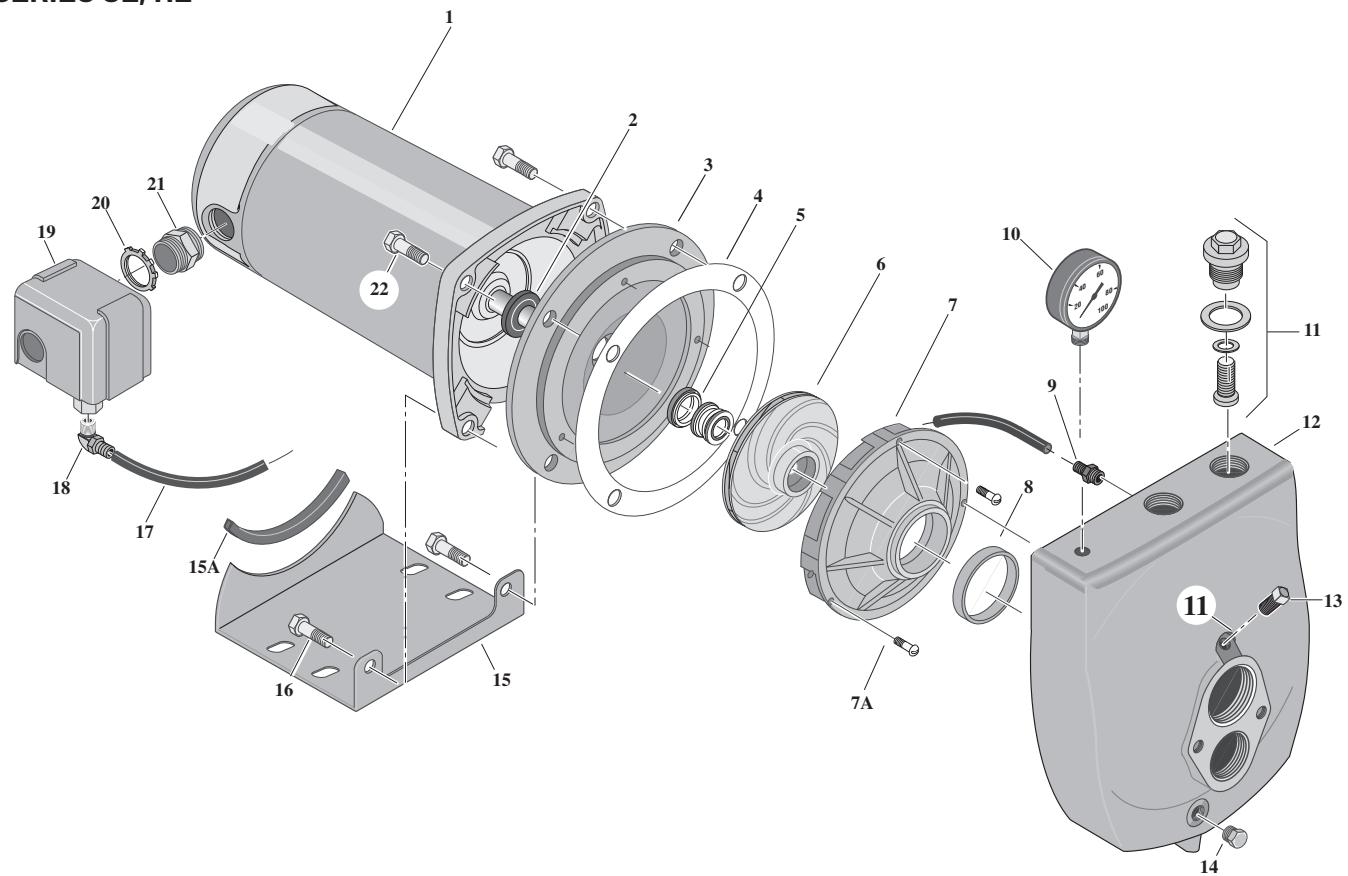

Figura 24
12. Inserte los cuatro tornillos con cabeza de la base y ajústelos uniformemente (ver Figura 24). Deberían instalarse fácilmente si todo está correctamente alineado. Si no, no los fuerce; vuelva a revisar su trabajo y encuentre y corrija la desalineación.